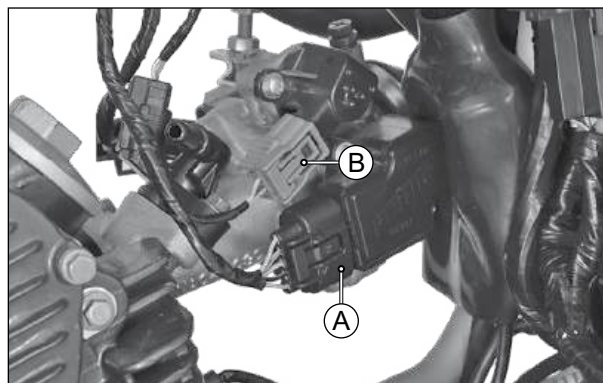

Fig. 3.34
- Pressione a trava e desconecte o conector dos sensores TPS, MAP e IAT (A) e também o conector do sensor IAS (B). (Fig.3.34)